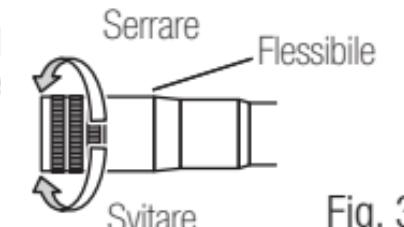

Fig. 3
- 1) Per il collegamento allineare ed inserire con attenzione ma saldamente il marcatore dell'attacco nei fori del flessibile; avvitare e serrare a fondo il dado (Fig. 3)
KCL-LED Per ridurre l'alimentazione dell'acqua, ruotare la ghiera di regolazione d'acqua all'indietro.(V. Fig.3 KCL-LED). (V Fig. 4 KCL-LED)